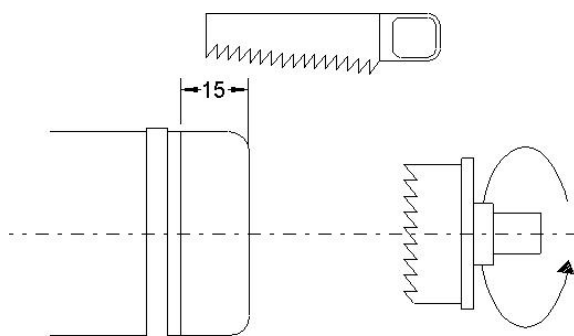

Bild 7a
- Bei Bedarf, möglichst mit Hilfe eines Kreisschneiders, eines Bohraufsatzes oder aber einer Säge, den Zulauf in die Anlage öffnen (Bild 7a). Wenn keine Lochsäge vorhanden ist, kann mit Hilfe einer Säge der Boden abgesägt werden.